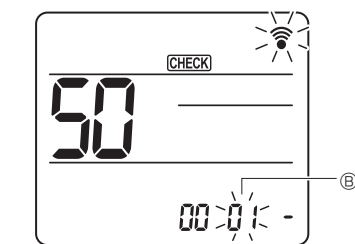

Fig. 6-18
- ③ Sélection d'un mode
Appuyez sur les touches [DOWN] pour régler le numéro de mode (B). (Fig. 6-18)